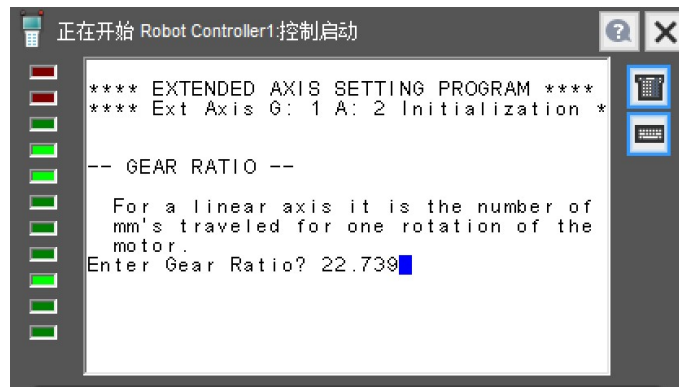

图 4.1.11
- 11) 在图 4.1.11 中，选择减速比，填入导轨轴减速机减速比，点击 ENTER 键确认。（直线轴的情况下，输入电机旋转一周附加轴的移动距离 mm。若使用 FANUC 的导轨，具体参数可根据导轨轴参数表输入，若使用其他导轨，请咨询导轨设计人员）无法获取情况下，可随便输入一个值，根据附录计算减速比